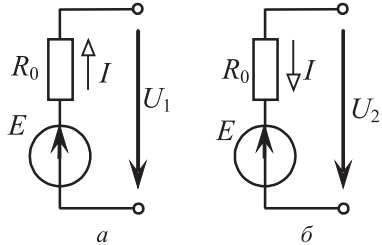

Рис. 1.1
**Задача 1.1.** При прохождении тока  $I = 10$  А через источник ЭДС в одном направлении напряжение между его зажимами  $U_1 = 110$  В, а при том же токе, проходящем в обратном направлении, напряжение  $U_2 = 130$  В (рис. 1.1). Определить ЭДС, внутреннее сопротивление источника и мощность, отдаваемую им во внешнюю цепь или получаемую из нее.
На рис. 1.1, *а* направления ЭДС и тока одинаковы. Это означает, что данный источник ЭДС работает в режиме генератора, т.е. он отдает во внешнюю цепь мощность
При встречном направлении ЭДС и тока (рис. 1.1, *б*) источник ЭДС работает в режиме приемника энергии, потребляя из внешней цепи мощность